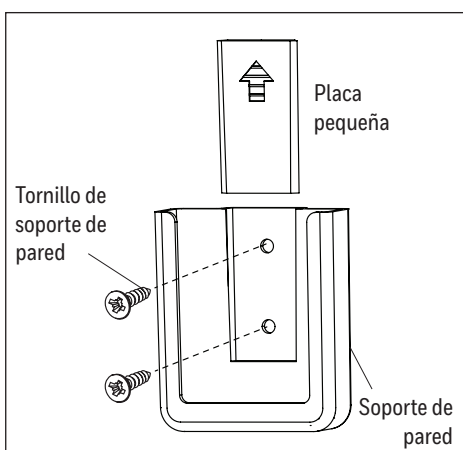

Figura 4.7
7. El paquete remoto viene equipado con un soporte de pared. Si desea instalar el soporte de pared, retire la placa pequeña para dejar al descubierto los orificios para tornillos. Inserte los tornillos de soporte de pared para el soporte de pared por los orificios y en la pared, y luego cubra con la placa pequeña que retiró previamente. Se puede guardar el control remoto en el soporte de pared para un fácil acceso (Figura 4.7).